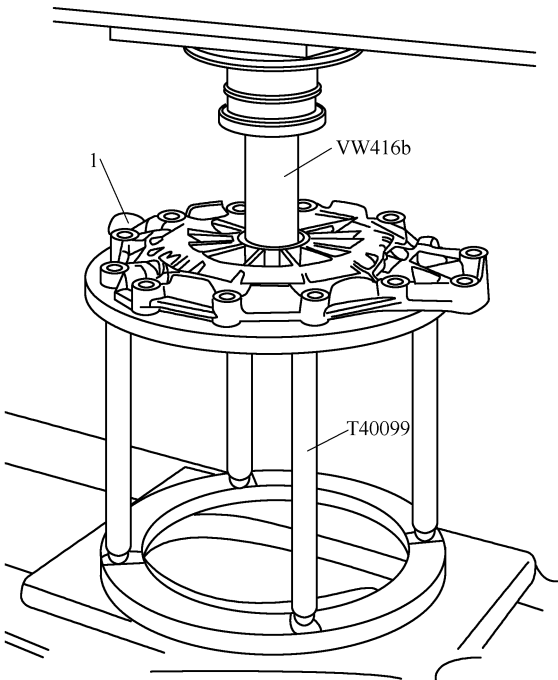

图 2-2-40 用管件 VW 416b 将滚珠轴承从输入轴盖板内压出
(2) 测量并记录拆下的卡环厚度。注意在安装时必须用同样厚度的新卡环替代旧卡环。
(3) 将输入轴盖板 1 放在压力台架 T40099 上并放置在液压压力机下面。
(4) 用管件 VW 416b 将滚珠轴承从输入轴盖板内压出，如图 2-2-40 所示。